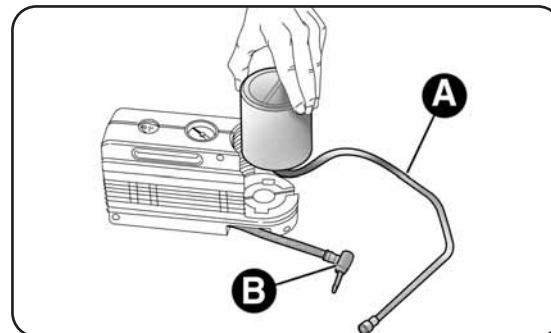

fig. 20
- débrancher le raccord A-fig. 20 et débrancher le tube B;